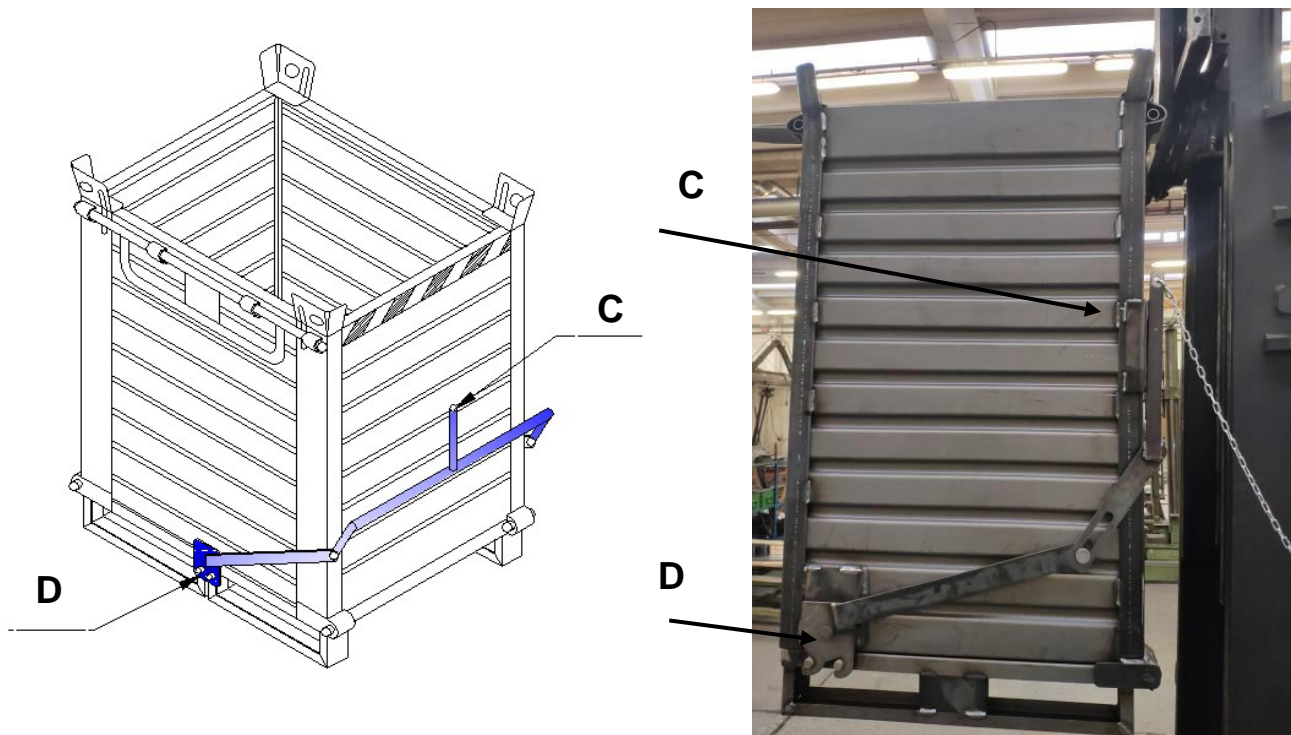

fig. 3 : particolare "leva di apertura e corrispettivo gancio di apertura (a seconda della versione)".
E' attrezzato con chiusura a leva (C) e due ganci di chiusura del fondo apribile (D) azionati dalla leva stessa (vedi fig. 3).